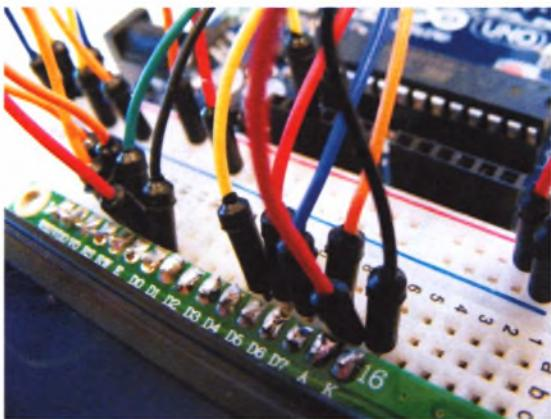

РИСУНОК 12.2
- Установите ваш ЖК-дисплей на макетную плату, вставив штырьки в отверстия платы. Также установите потенциометр на макетную плату и используйте перемычки для подключения к ЖК-дисплею, Arduino и потенциометру, как показано в следующей таблице и на рис. 12.2. Модуль ЖК-дисплея оборудован тремя контактами заземления; их нужно подключить к шине заземления макетной платы.